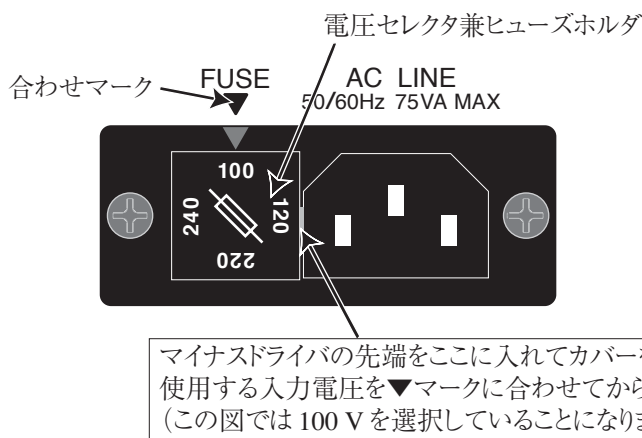

図 1-3 ヒューズホルダの外し方
- ヒューズホルダのカバーを外します。図 1-3 を参照してください。